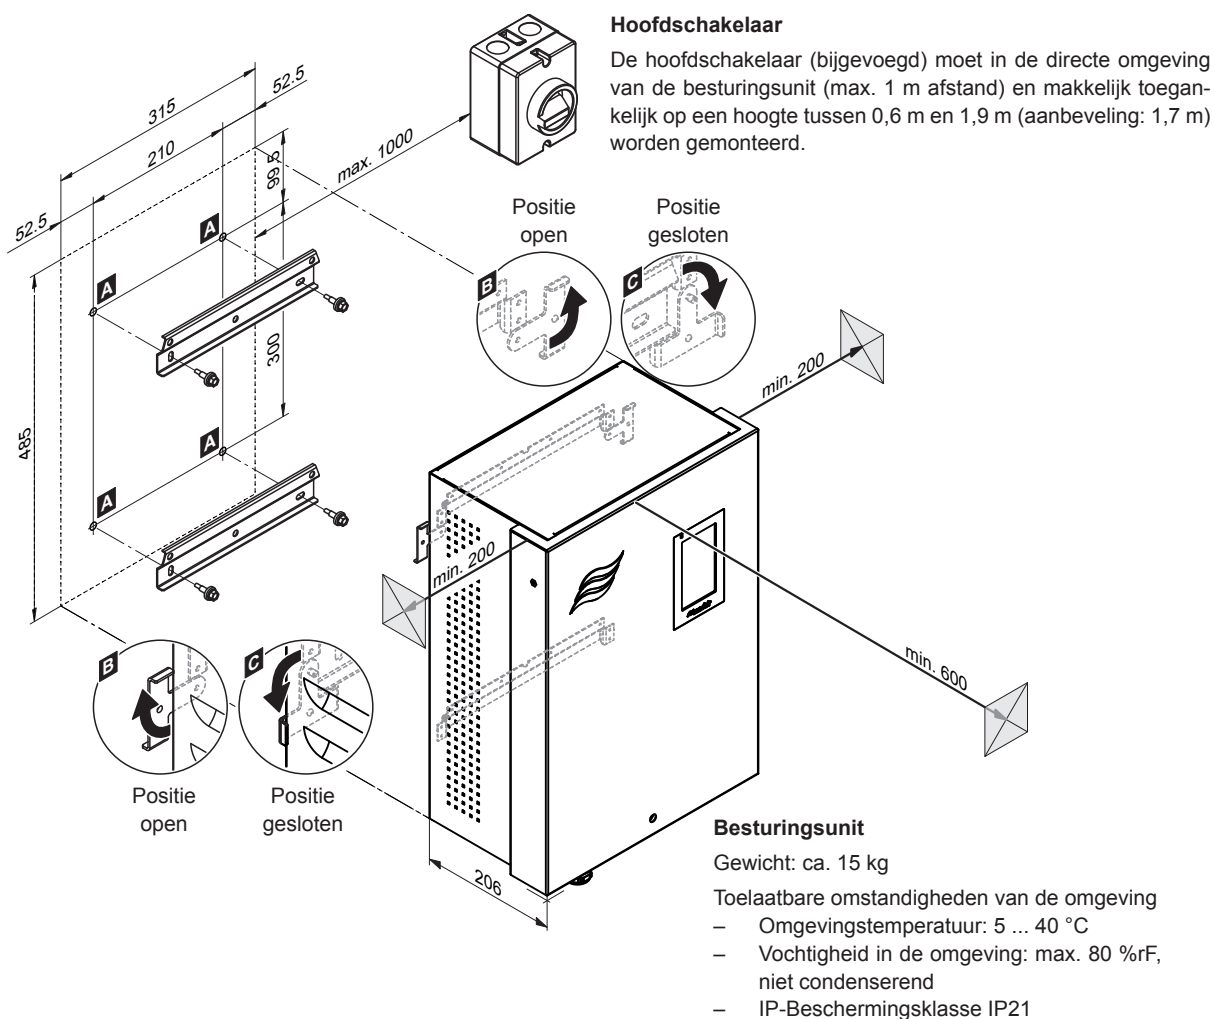

Fig. 35: De besturingsunit monteren - Afmetingen in mm (inch)
3. De grendellippen aan beide kanten van de besturingsunit naar buiten draaien (geopende positie, zie detail "B" in Fig. 35).
4. De besturingsunit in de wandsteunen inhangen. Daarna de twee grendellippen aan de achterwand van de besturingsunit naar binnen draaien (gesloten positie, zie detail "C" in Fig. 35), om de besturingsunit aan de bovenste wandsteun te bevestigen.